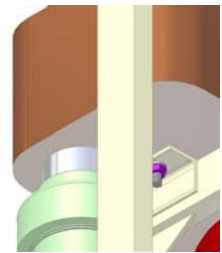

图 4.2-3
3. 从下方的换热器中拆下一个 M8 螺丝（图 4.2-3）。